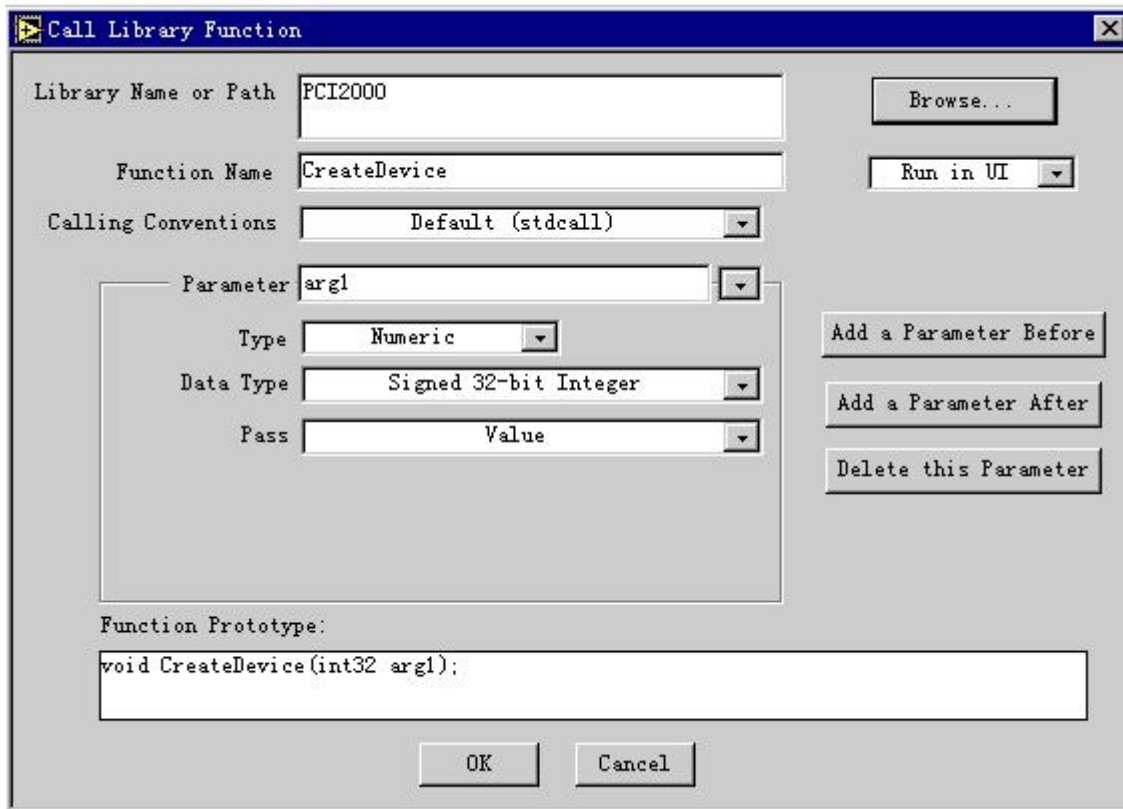

图 18 增添参数
7.继续在返回值的后面增添函数参数,用鼠标单击 Add a Parameter After 后,如图 18,然后将 Parameter 中的 arg1